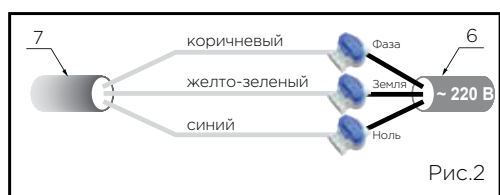

Рис.2
- подключить провод 7 к питающему проводу 6 (соблюдая требования по цветному подключению проводов: РЕ-ЗЕМЛЯ - желто-зеленый; L-ФАЗА - коричневый; N-НОЛЬ - синий) через три соединителя Scotchlok 314 8, используя ручной инструмент - пассатижи переставные (рис. 2);